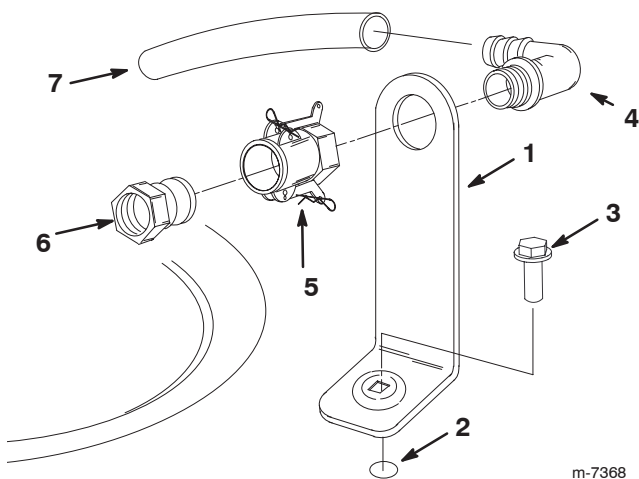

Figure 2
1. Placez le support de prise de remplissage au-dessus du trou fileté de la cuve et fixez-le avec un boulon à collerette (5/16 x 3/4 pouce) (Fig. 2).
2. Passez l'extrémité filetée du raccord coudé dans le trou du support et vissez-y le raccord rapide pour le fixer au support (Fig. 2).
3. Raccordez l'adaptateur de flexible au raccord rapide (Fig. 2).
4. Bloquez l'adaptateur en place en basculant les leviers vers l'adaptateur puis en les fixant en position avec les goupilles fendues (Fig. 2).
5. Placez le flexible anti-siphonnage sur l'extrémité cannelée du raccord coudé à 90 degrés (Fig. 2).